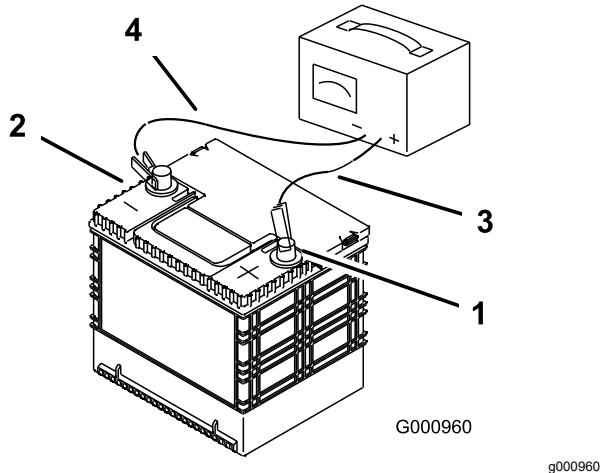

Figura 64
2. Cuando la batería esté completamente cargada, desconecte el cargador de la toma de electricidad, luego desconecte los cables del cargador de los bornes de la batería (Figura 64).